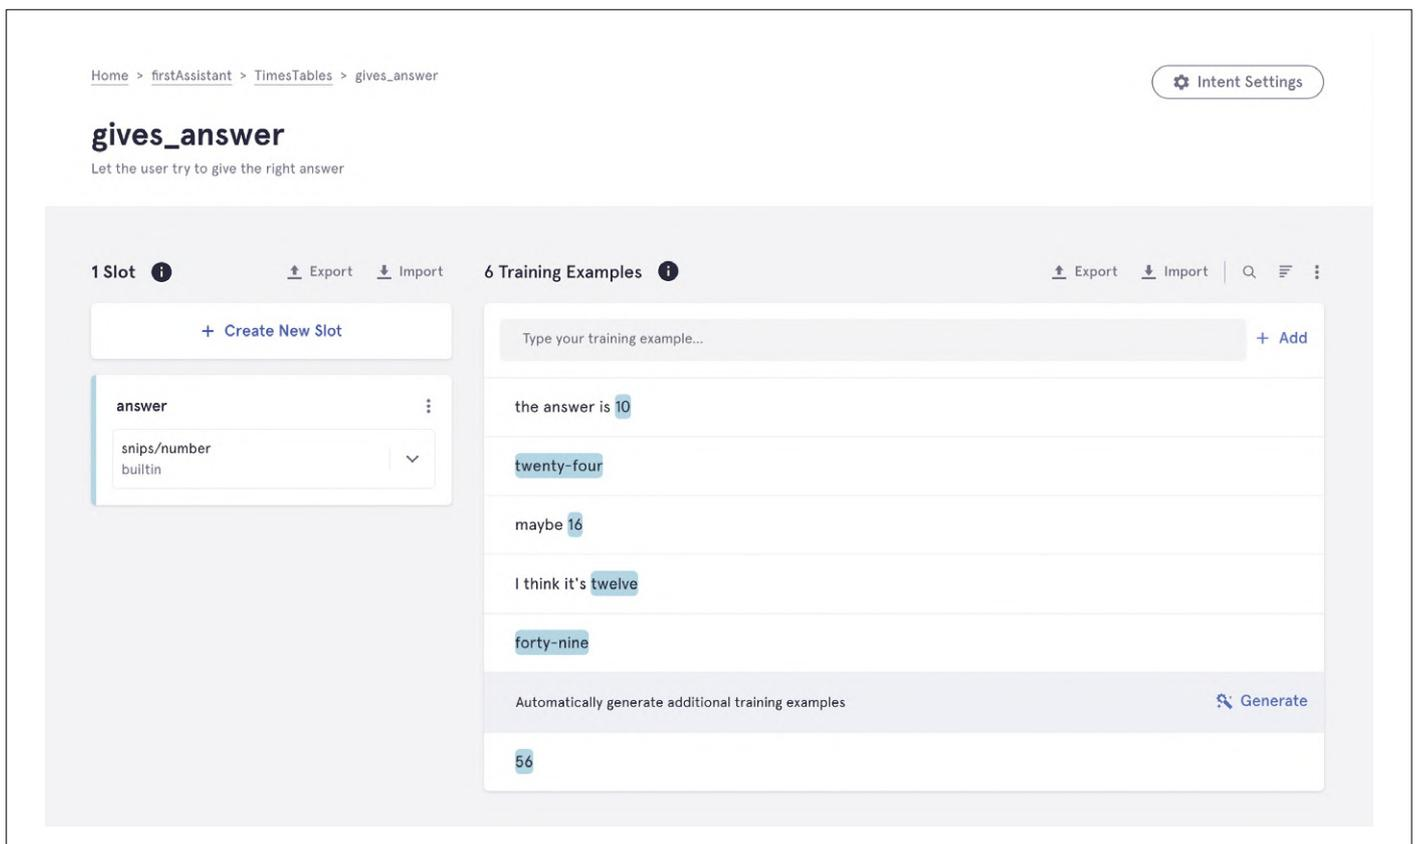

Figure 7. Dans l'intent *gives_answer*, les nombres sont surlignés pour le slot de type *Answer*.
- *intent gives_answer* : doit permettre de comprendre une réponse qui est variable. Un *slot* est donc le bienvenu, on peut le nommer *answer* et lui donner le type prédéfini *number*. Dans les phrases d'exemples, n'oubliez pas de surligner les nombres s'ils ne le sont pas automatiquement (**fig. 7**). Pour cela il faut sélectionner le nombre avec la souris, puis cliquer sur *Select a slot* puis sur *answer*. Des réponses telles que « forty-nine » ou « I think it's twelve » sont attendues. Les données au format JSON reçues par votre code d'action comporteront bien la valeur du nombre exprimé par l'utilisateur parmi ses *slots*.